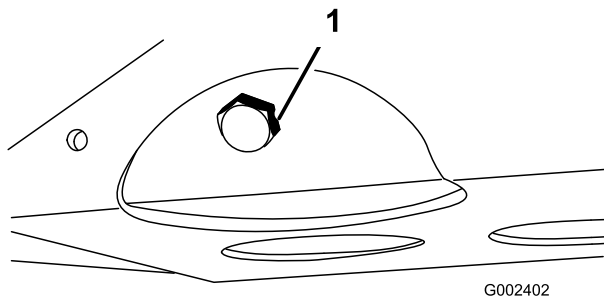

Рисунок 43
2. Снимите сливную пробку и дайте маслу вытечь в сливной поддон (Рисунок 43). Когда масло перестанет течь, поставьте сливную пробку на место.